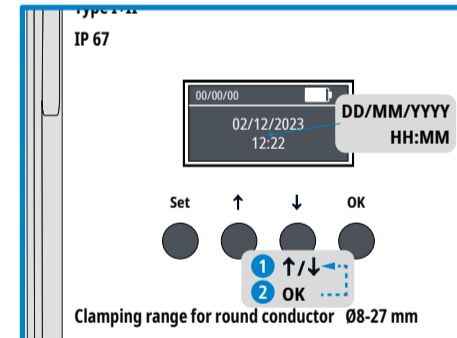

Fig. 7 Réglage de la date / de l'heure
- Ensuite, l'invite de configuration de la date apparaît (fig. 7) :